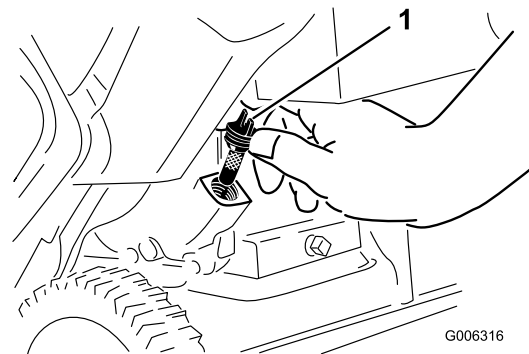

Figure 26
7. Dévissez et sortez la jauge (Figure 26).